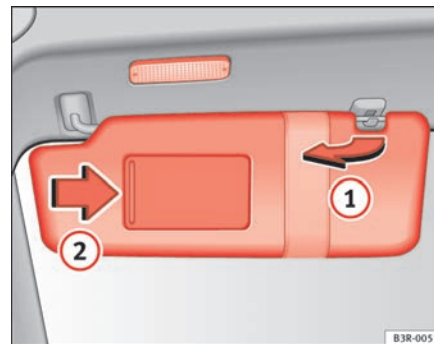

Fig. 97 Parasol
Los parasoles ① para el conductor y el acompañante pueden extraerse de sus fijaciones centrales y girarse hacia las puertas ⇒ fig. 97. ►